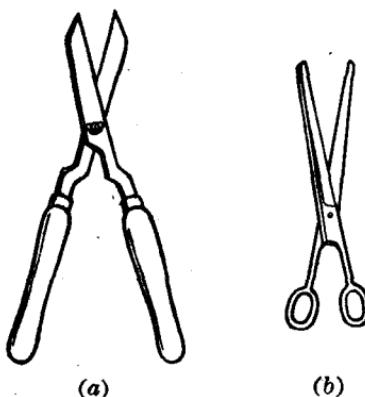

图 5
4)也属于这类杠杆。装刀的地方是支点，放紙或草的地方是重点，把手的地方是力点，力臂大于重臂。我們只要在把手上用力，就可以輕松地把一迭紙切开，或把一捆草切断。剪鉛皮用的剪刀和修剪树枝用的剪刀〔图5(a)〕，它們的支点在中間，柄特別长，刀刃却比較短，使用这两种剪刀也是可以省力的。
当杠杆上的重点离开支点远，力点离开支点近，也就是力臂小于重臂，使用杠杆时一定是費力的。我們通常只在起动輕巧物体，使用起来方便的情况下才用到它，并不要求省力。例如夹面包用的夹子、拔猪毛用的镊子，都是在夹子或镊子的中間部分用力的。由于力臂比重臂短，使用起来是費力的。理发用的剪刀〔图5(b)〕，柄很短，刀刃却很长，用起来也是費力的。